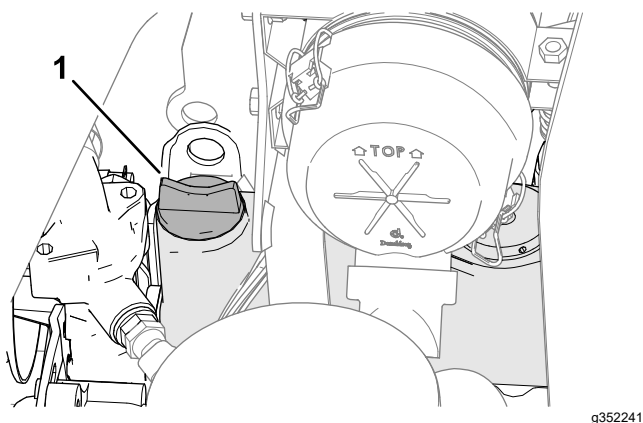

**Figura 66**
3. Retire la varilla (Figura 66) y límpiela con un paño limpio.